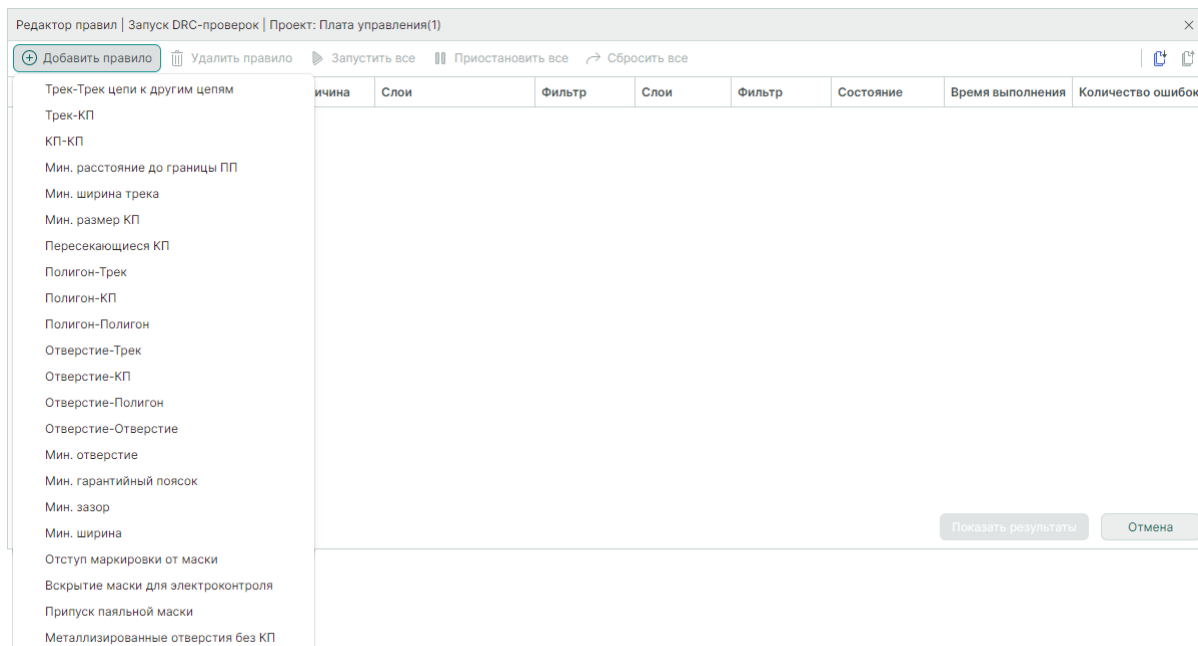

Рис. 470 Выбор правила из списка доступных
1. Используйте кнопку «Добавить правило» и в выпадающем списке выберите одно из доступных правил, см. Рис. 470.